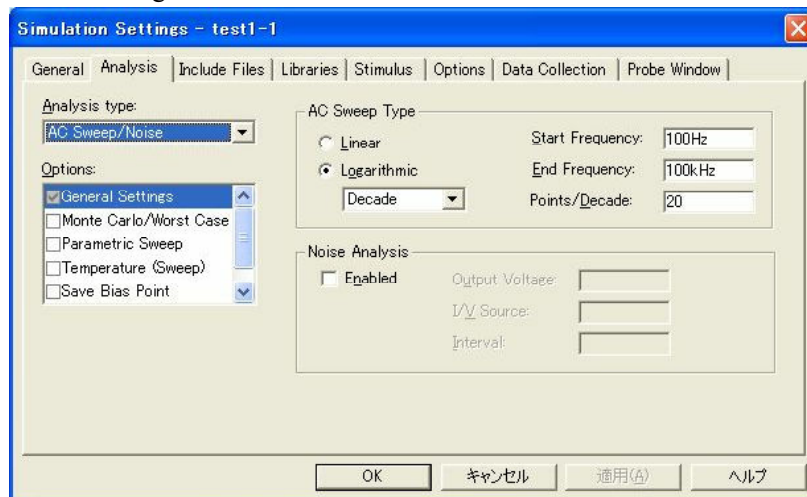

図 1 0
- (2) "Simulation Settings"ウィンドウが開き (図 1 0)、ここで解析する種類を設定することができる。ここでは"Analysis type"のプルダウンメニューから"AC Sweep/Noise"を選択する。このとき、"Options"で"General Settings"にチェックが入っていることを確認すること。